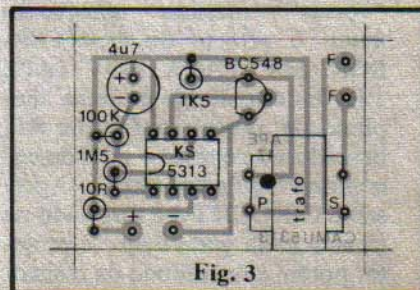

Fig. 3
- **FIG. 3 - A MONTAGEM** - O "chapeado" da montagem, visto na figura, mostra a plaquinha pelo seu lado não cobreado, com as peças todas posicionadas. Os principais cuidados que o iniciante deve ter são: observar a polaridade do capacitor eletrolítico (claramente demarcada na figura), posicionar corretamente o transistor (referenciando pelo lado chato do componente, virado para o lado em que está o resistor de 1K5), posicionar também corretamente o Integrado (o lado que apresenta uma pequena marca deve ficar voltado para os resistores de 100K e 1M5...), notar a posição do transformador, identificando seu **primário (P)** pela "pinta vermelha" (também indicada na figura), cujo lado deverá ficar voltado para o Integrado. De resto, é
só não confundir os valores dos resistores (o **TABELÃO** está lá, para resolver qualquer "galho"). As ilhas "livres" mostradas na fig. 3 destinam-se às conexões externas à placa (alimentação e alto-falante), conforme veremos a seguir...